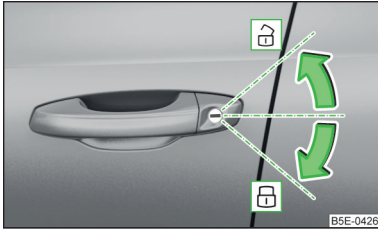

Fig. 37
**Verrouillage/déverrouillage du véhicule avec la clé** » fig. 37